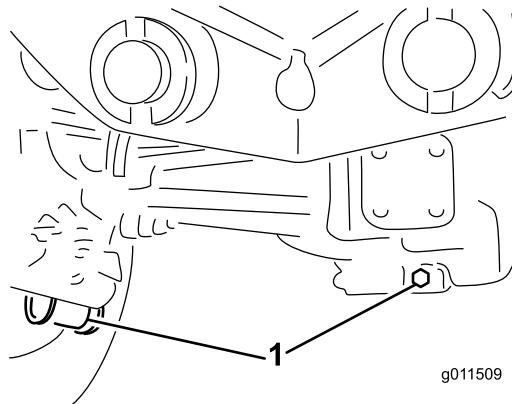

Figura 107
2. Limpie la zona alrededor de los tres tapones de vaciado, uno en cada extremo y uno en el centro (**Figura 107**).